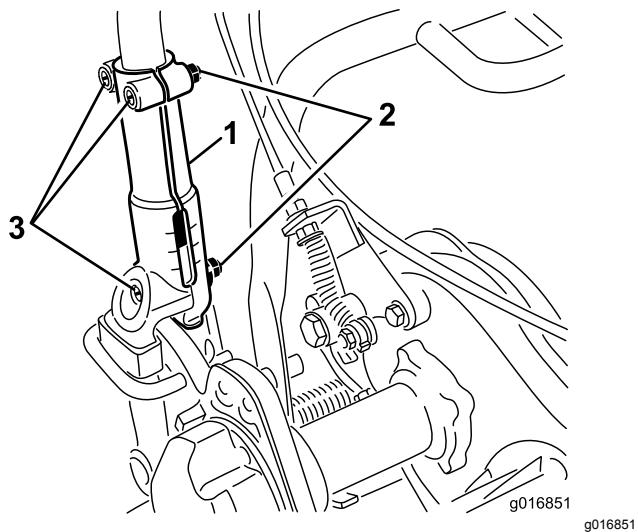

Figura 31
1. Desaperte os 3 parafusos de carroçaria e porcas de cada lado da pega nos grampos da pega (Figura 31).